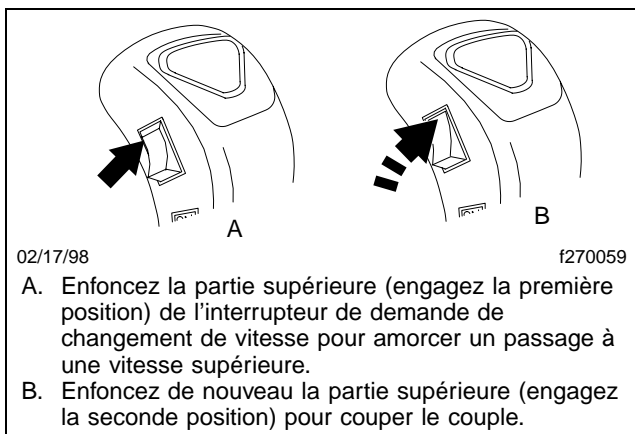
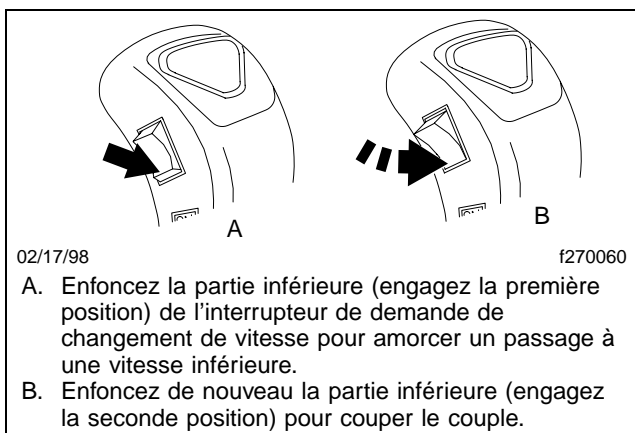

Fig. 8.15, Passage aux vitesses supérieures ESS avec l'interrupteur de demande de changement de vitesse
Fig. 8.16, Passage aux vitesses inférieures ESS avec l'interrupteur de demande de changement de vitesse
NOTA : Si l'interrupteur du système est sur «OFF» (Arrêt), utilisez l'interrupteur de demande de changement de vitesse pour sélectionner la gamme. Enfoncez le haut de l'interrupteur (**Fig. 8.15**) pour sélectionner la gamme haute (HI) pour le passage aux vitesses supérieures et le bas de l'interrupteur (**Fig. 8.16**) pour sélectionner la gamme basse (LO) pour le passage aux vitesses inférieures.
- 1.3 Appuyez de nouveau sur la partie supérieure de l'interrupteur de demande de changement de vitesse, suffisamment pour que l'interrupteur atteigne la seconde position dans le corps du levier de vitesse. Puis relâchez l'interrupteur. Consultez la **Fig. 8.15**. Cela coupera le couple.
- 1.3 Appuyez de nouveau sur la partie inférieure de l'interrupteur de demande de changement de vitesse, suffisamment pour que l'interrupteur atteigne la seconde position dans le corps du levier de vitesse. Puis relâchez l'interrupteur. Consultez la **Fig. 8.16**. Cela coupera le couple.